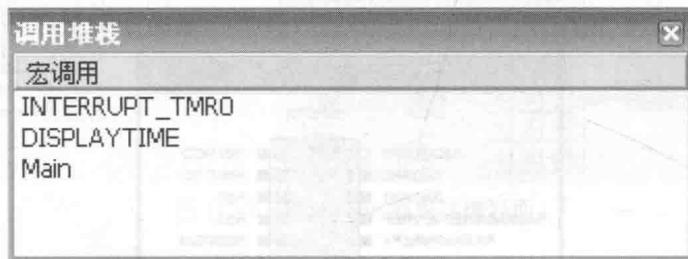

图 1-2-10 调用堆栈窗口
④ 调用堆栈窗口。显示当前被模拟运行的宏。在仿真过程中可观察到宏之间的调用情况，如图1-2-10所示。